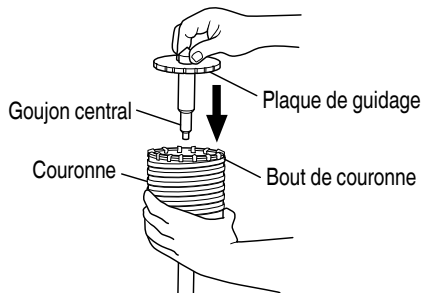

Fig. 32
- (3) Introduire le goujon central dans la plaque de guidage jusqu'à ce qu'il arrête.
- (4) Engager la plaque de guidage dans la couronne et tourner la plaque de guidage à gauche ou à droite de manière à ce qu'elle ne puisse pas tomber, même si elle est orientée vers le bas. (Fig. 32)